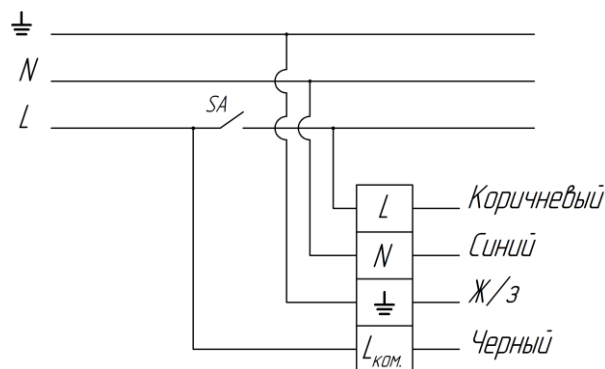
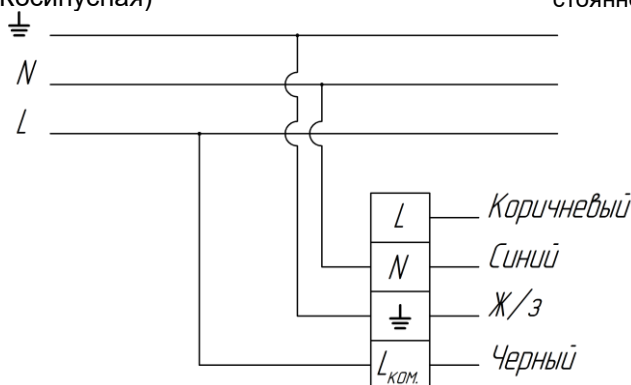

Рис. 6 – Схема подключение светильника Downlight G2 EM постоянного действия
Рисунок 7. Схема подключение светильника Downlight G2 EM непостоянного действия
5.2. Подготавливается отверстие в потолке согласно рис. 1-4. Подключение производить согласно схеме на рис. 6 или на рис. 7 на выбор.